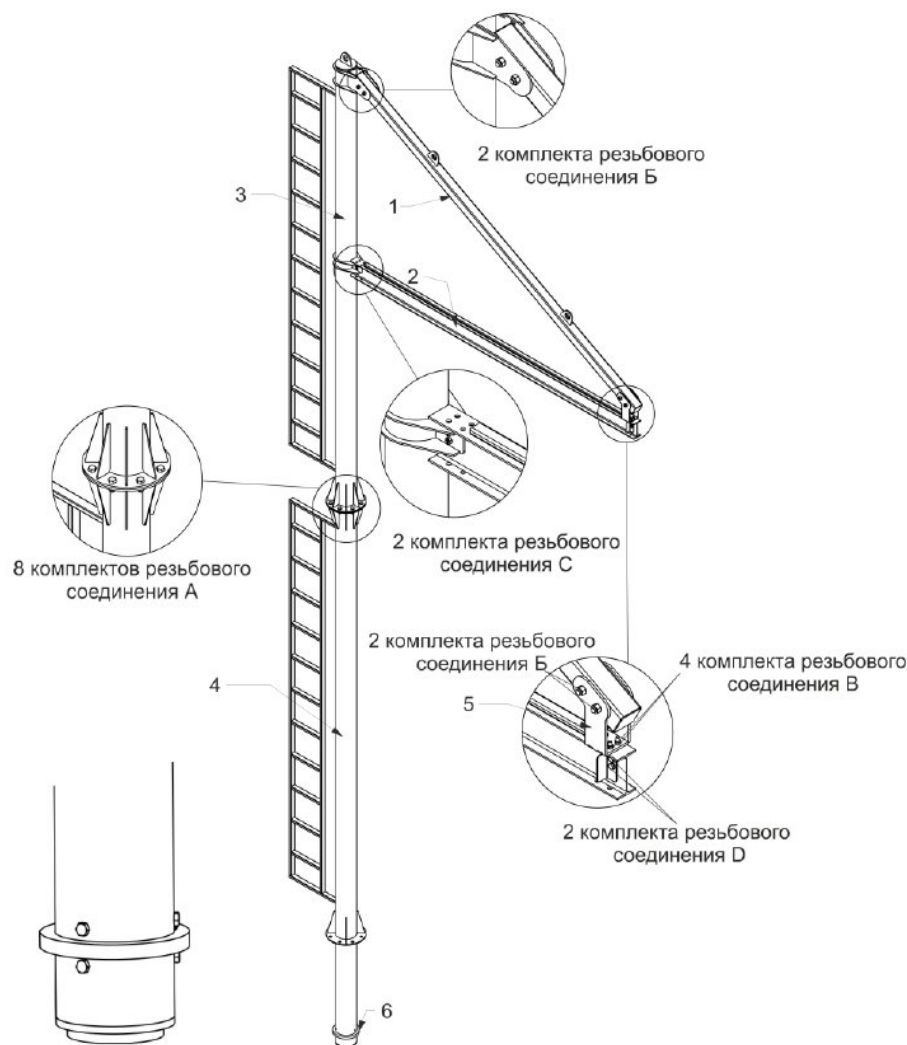

Рисунок 1.
- Надеть на нижнюю часть стойки Подшипник радиальный поз. 5 и зафиксировать его положение шестью болтами М12х35 (рис. 1);